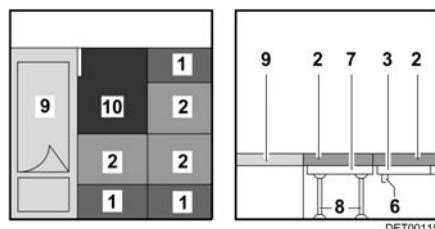

Fig. 89 Después de la transformación
- Tirar de los cojines del asiento (Fig. 89,2) hacia el centro.
- Colocar los cojines del respaldo (Fig. 89,1) entre los cojines del asiento y la pared.
- Colocar el cojín adicional (Fig. 89,10) junto a la cama (Fig. 89,9).